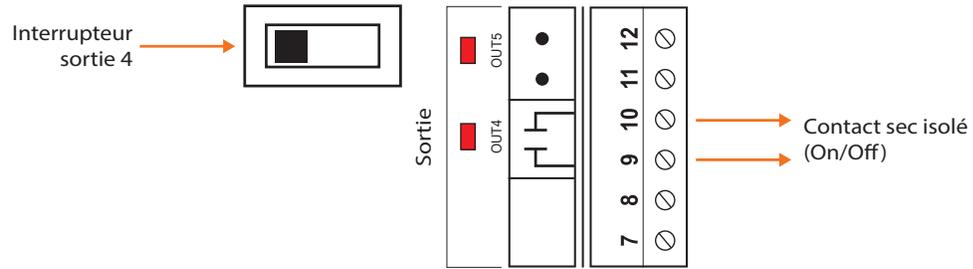

Figure 12 - Sortie en mode passive
2) Interrupteur en position SINK sortie passive (voir figure 12):